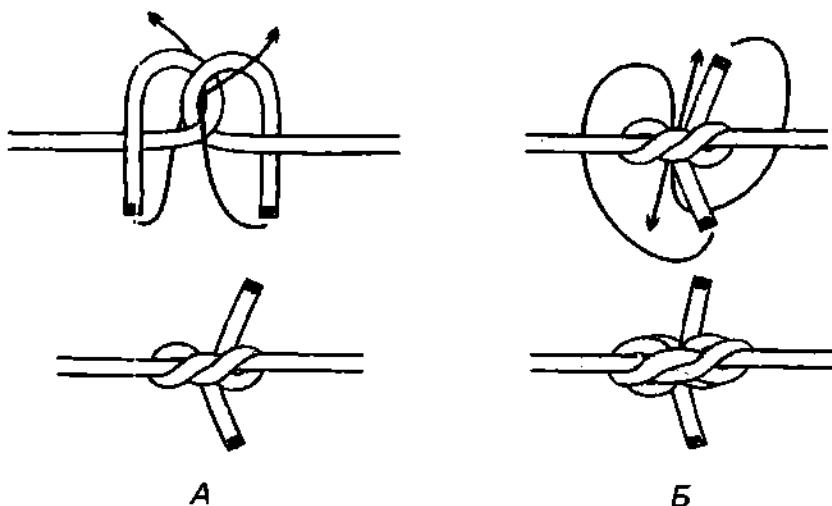

Рис. 836. А – *наутилус*. Б – усиленный *наутилус*.
*Наутилус* простой, но очень надёжный узел (рис. 836). Узел не ползёт, отлично держит и при необходимости легко развязывается. *Наутилус* станет надёжней, если ходовые концы повторно пропустить вовнутрь узла (рис. 836 Б).